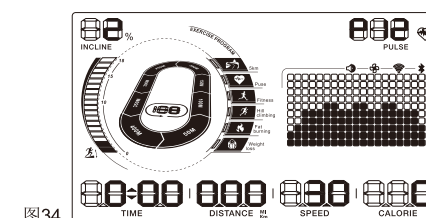

图34
2. 连续按下面板上Training Prog键 ，直至屏幕上出现P12字样。（图34所示）